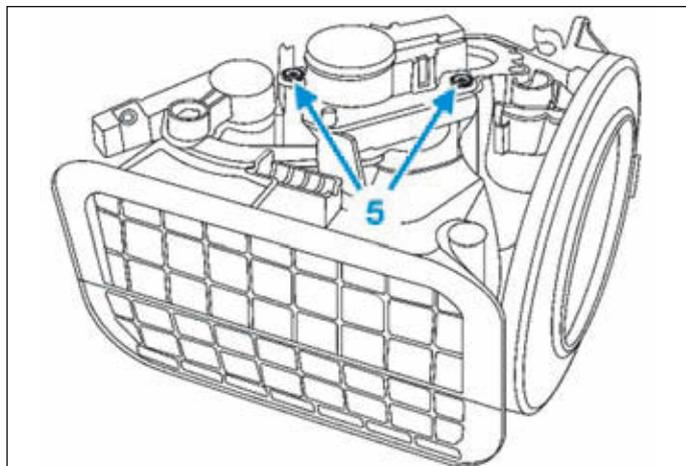

FIG.60
- les vis (5) du moteur de recyclage (Fig.60),